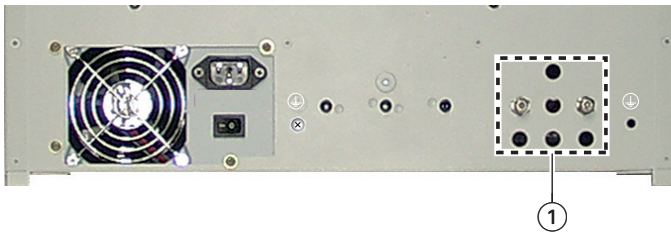

Abb. 25
- Von den LNBS kommende SAT-ZF-Kabel mit den entsprechenden Kabeldurchführungen ① auf der Rückseite der Kopfstation verbinden (Abb. 25).